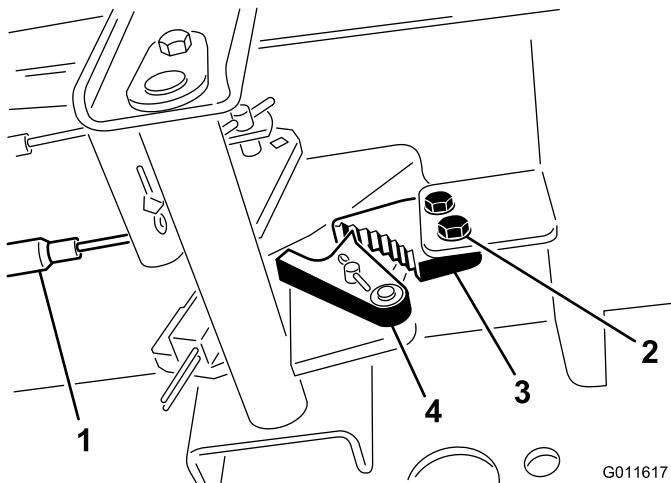

Figura 45
1. Afloje los 2 tornillos que fijan el trinquete del freno de estacionamiento al bastidor (Figura 45).
2. Pise el pedal del freno de estacionamiento hacia adelante hasta que la uña se enganche a fondo en el trinquete del freno (Figura 45).